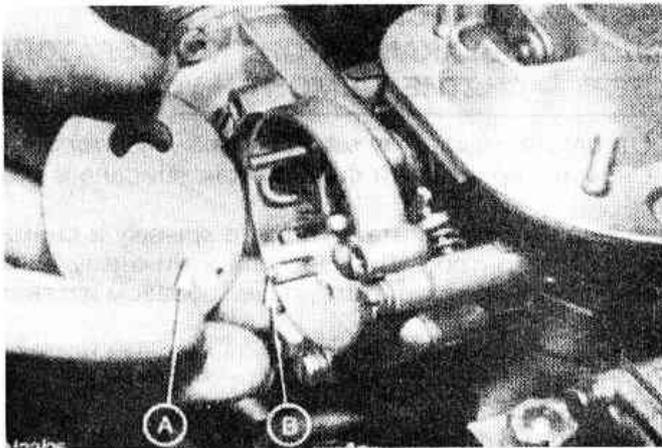

Рис.3.66. Внутренний теплоизоляционный щиток (A) и штифт (B) (Разд.27 и 28)
15. Установите на место внутренний теплоизоляционный щиток, убедившись, что отверстие в нем совпадает со штифтом корпуса (Рис.3.66).
7. Установите на место внутренний теплоизоляционный щиток таким образом, чтобы его отверстие совпало со штифтом корпуса (Рис.3.66).